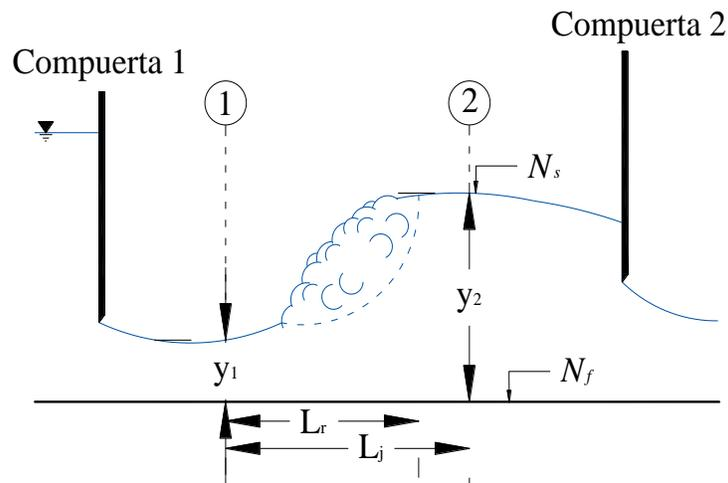

Figura 1. Corte longitudinal del salto hidráulico libre en el canal horizontal.
3. Verificar que la compuerta 2 (figura 1), esté abierta y no obstruya el flujo del canal.
5. Con ayuda de la compuerta 2 generar y establecer un salto hidráulico libre. Como el que se muestra en la figura 1.